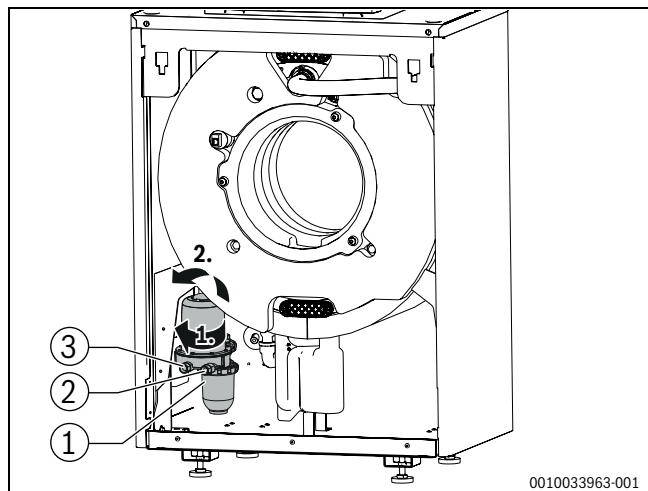

Bild 79 Ölfilter demontieren
- ▶ Ölfilter (→ Bild 79, [1]) leicht nach vorne drehen; analog Schritt 1.